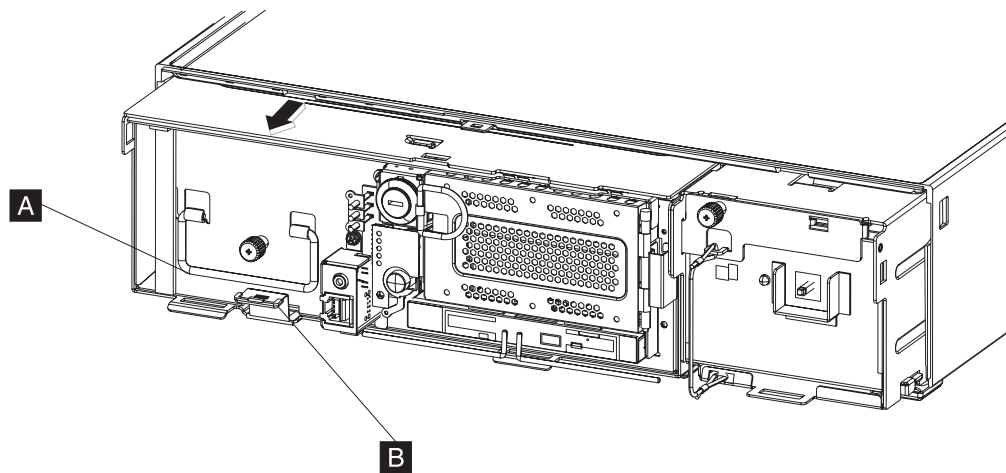

图 40. 从设备机架上卸下拉出托架
4. 将设备机架保持原位，抓住拉出托架把手（图 40 中的 **A**），用拇指抬起拉出托架锁定卡口（**B**），并紧紧拉住。拉出托架就会完全滑出设备机架。